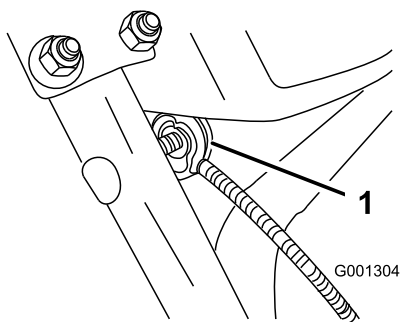

Figura 7
3. Rimuovete il dado e la rondella dalla stegola, collegate il serrafilo sul cavo alla stegola, montate la rondella e il dado e serrate il dado manualmente (Figura 7).